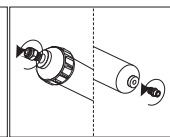

Рис. 6
- 1) Вкрутить колено в новый картридж. Во время вкручивания колена, нельзя его поворачивать в обратную сторону (может это привести к нарушению тефлоновой ленты и к негерметичному соединению). (рис. 6).